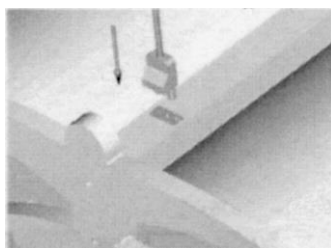

Рис. 11
- Вставьте вилку в разъем на корпусе светильника (рис. 11).